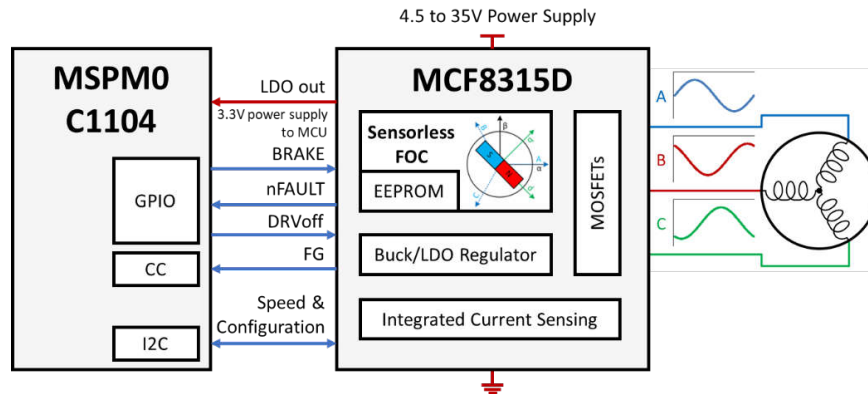

图 1-1. LV BLDC 控制的系统方框图
本应用手册介绍了一个高度灵活且仅有两个集成电路 (IC) 的 LV BLDC 控制系统。如图 1-1 所示，MCF8315D 集成了实现无代码 LV BLDC 控制所需的所有元件；MSPM0C1104 用于初始化、控制或监控 MCF8315D，从而满足各种系统需求。